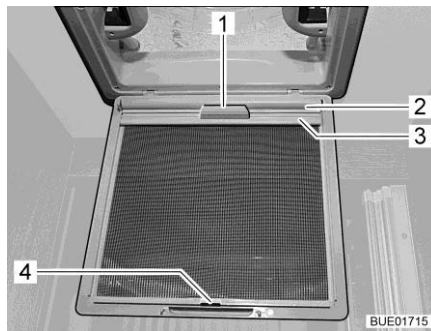

Fig. 63 Oscurante a rullo (oblò)
- Tirare l'oscurante a rullo (Fig. 63,2) utilizzando la maniglia (Fig. 63,1) e agganciare il listello di supporto (Fig. 63,3) ai ganci (Fig. 63,4) sulla protezione contro gli insetti.
- Staccare il listello di supporto (Fig. 63,3) dai ganci (Fig. 63,4) e ricondurre lentamente l'oscurante a rullo (Fig. 63,2) utilizzando la maniglia (Fig. 63,1).